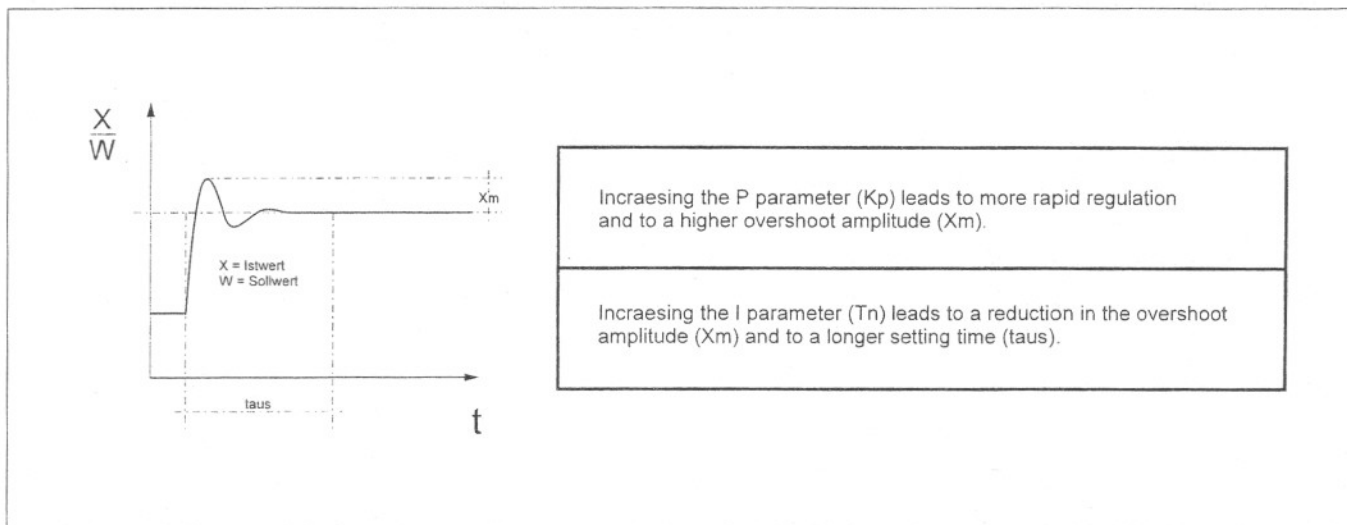

Рис.4 – Параметры регулирования
**(Рис.4 – Параметры регулирования)**